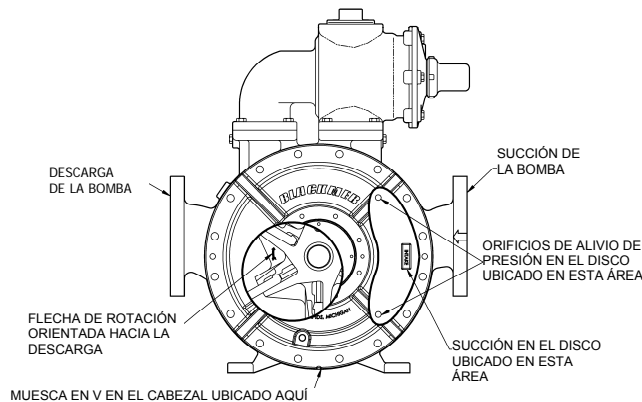

Figura 6
1. **CAMISETA** – La camiseta (41) tiene un fuerte ajuste con la carcasa (12); tenga cuidado para evitar lesiones a los dedos durante la instalación.
- a. Alinee e inserte la camiseta (41) y la chaveta de la camiseta (74) juntos en el interior de la carcasa (12). La palabra "INTAKE" grabada en la camiseta debe quedar orientada hacia el lado de succión de la bomba **NOTA:** El puerto de succión está marcado con una flecha orientada hacia dentro.
- a. Coloque un disco (71) sobre el cabezal (20 o 20A) con los orificios del tornillo contrataladrado orientados hacia arriba.
- b. Posicione el disco de modo que **cuando se monta el cabezal** con el orificio de drenaje y la muesca en V hacia abajo, la palabra "INTAKE" en el disco quedará orientada hacia el lado de succión de la bomba. Los dos orificios del disco deben encontrarse en las posiciones de las 2 y las 4 si la succión se encuentra hacia la derecha (consulte la figura 6).
NOTA: Al instalar el rotor y el eje, la flecha de rotación en el rotor deberá apuntar en dirección de la rotación de la bomba: hacia el lado de descarga de la bomba cuando la flecha se posiciona directamente debajo del eje. **Consulte la figura 6.**